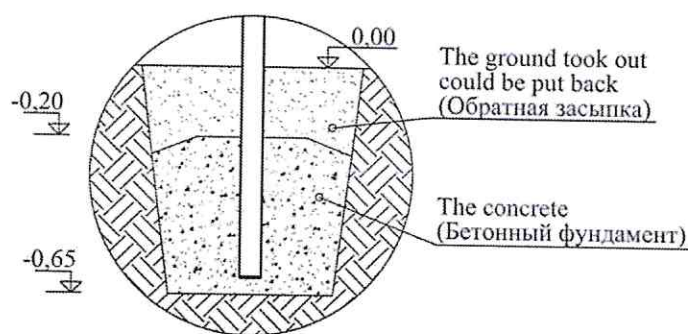

Рис. 4. Схема монтажа
13.7 Сборка изделия производится согласно схеме: рисунок 4.